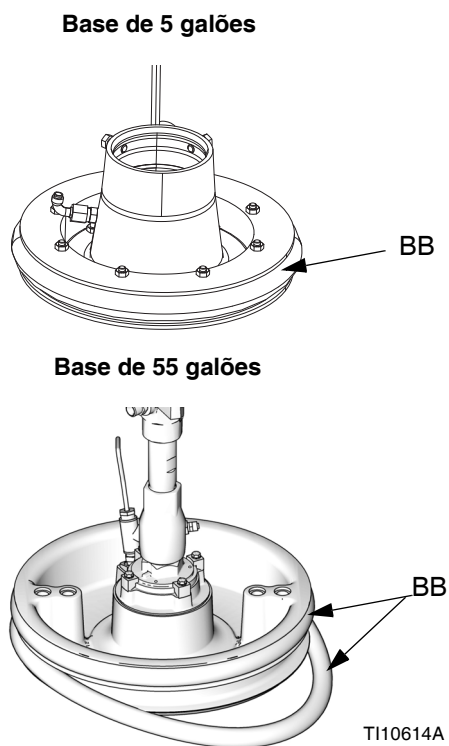

FIG. 42
1. Com uma ferramenta de madeira ou plástico para evitar danificar a escova (BB), limpe completamente o material das ranhuras do vedante.
2. *A partir do fundo*, incline uma escova (BB) na parte de trás da base (D). Consulte a FIG. 42.
3. Introduza a escova (BB) na ranhura superior e coloque a frente da escova na ranhura.
4. Ao usar uma base de 55 galões, introduza a escova (BB) na ranhura superior e coloque a frente da escova na ranhura.